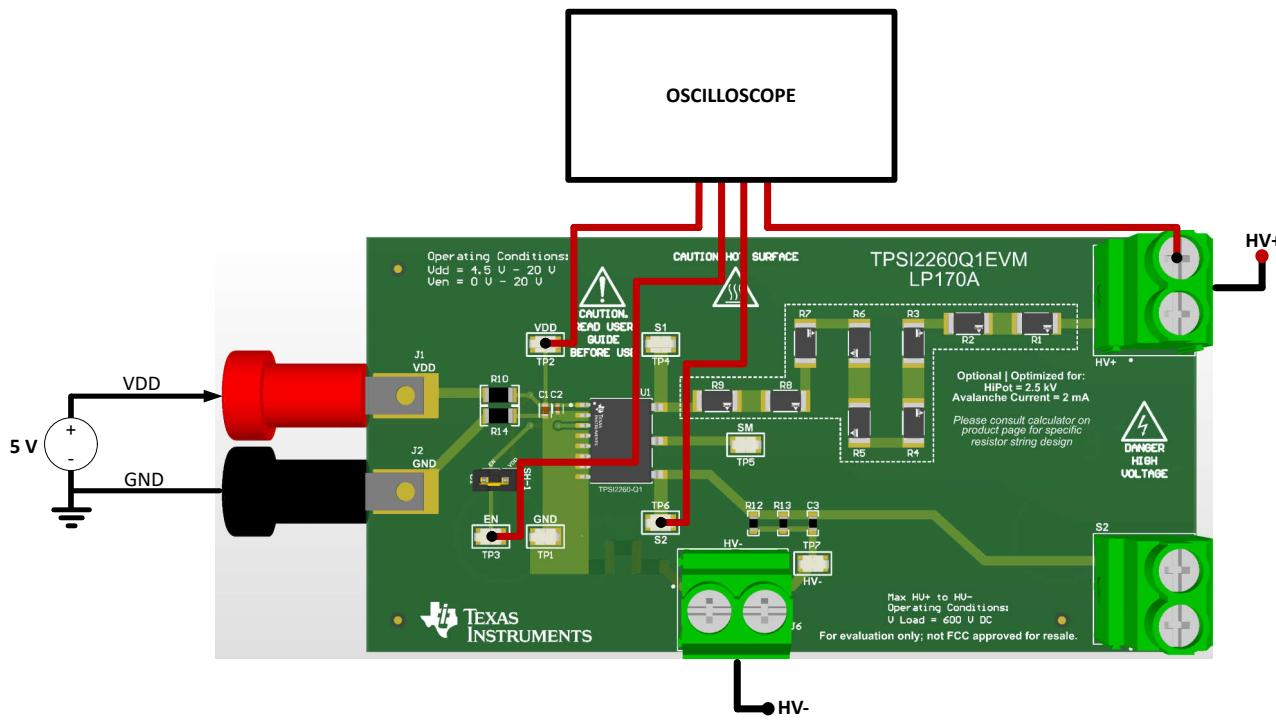

图 3-1. TPSI2260Q1EVM 测试设置
**重要说明：**图 3-1 中所示的设置假设高压和低压接地 (GND 和 HV-) 短路，以便能够安全地捕获示波器。在此配置中，绕过 TPSI2260-Q1 器件中的隔离栅。要评估具有隔离栅的器件，请使用差分示波器探头并保持高电压和低电压接地分离。